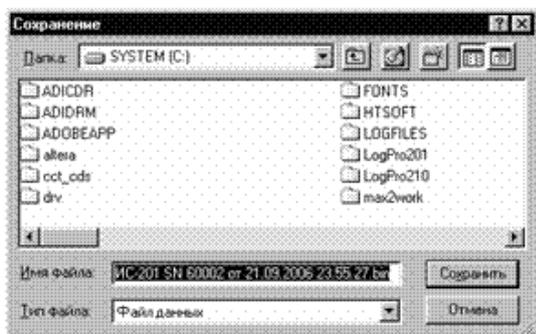

Рис. 15
- **Сохранение** - сохранения блока в файл. Для этого требуется подвести курсор мыши к строке, соответствующей требуемому блоку и щелкнуть по нему левой кнопкой мыши. В появившемся окошке (рис.15) указать путь для сохранения файла и нажать на кнопку “Сохранить”. В нижней части окна “Блоки данных” появится индикатор чтения. Процесс чтения блока может длиться до 4 минут в зависимости от его размера. Когда все данные будут переданы из прибора – программа выведет в правой колонке таблицы отметку о сохранении файла «+».